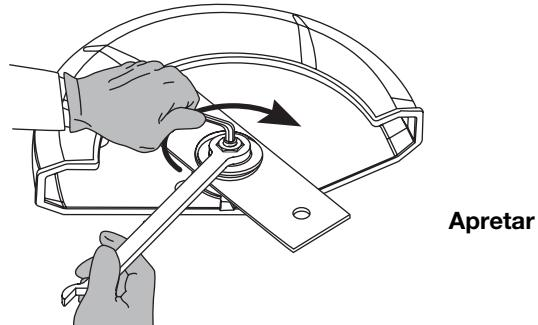

Fig. 17
- Mientras sujetela la llave tipo "Allen" en el orificio del husillo, apriete la tuerca girando la llave hacia la derecha hasta que quede apretada (Fig. 17).